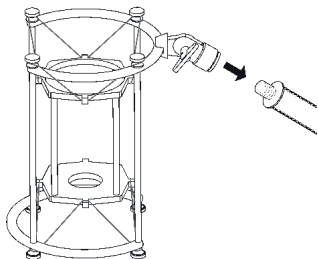

рис. 1
1. Навинтите микрофонный амортизатор на прочную, устойчивую стойку (рис. 1).